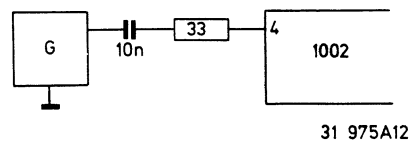
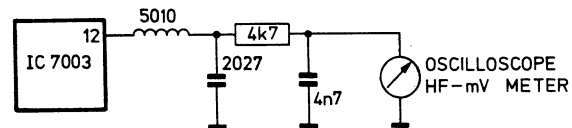
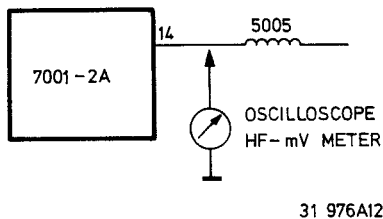

Fig. 1
Fig. 2
Fig. 4
- Messsender gemäss Bild 1 und Oszilloskop oder HF-Millivoltmeter gemäss Bild 2 anschliessen.
- Messsender gemäss Bild 1 und Oszilloskop oder HF-Millivoltmeter gemäss Bild 4 anschliessen.